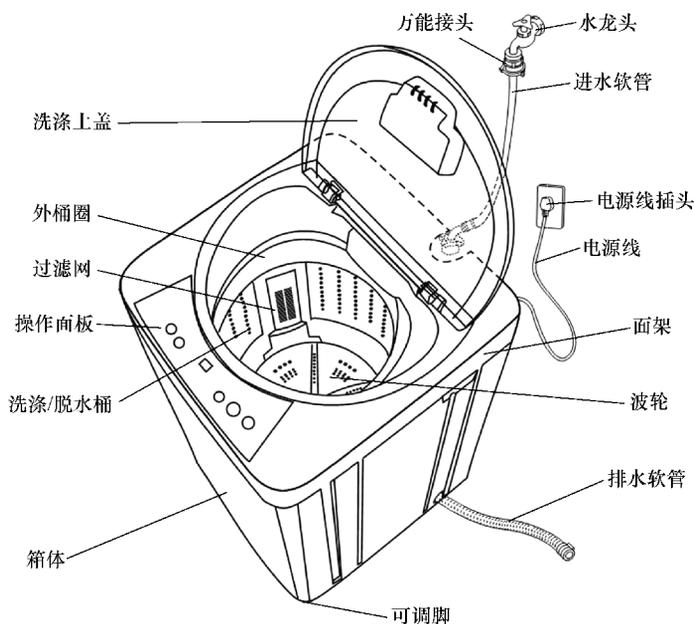

图 6-80 三洋 XQB30 - Mini1 型波轮式洗衣机外形结构
**【附注】**三洋 XQB30 - Mini1 型波轮式洗衣机外形结构如图 6-80 所示。